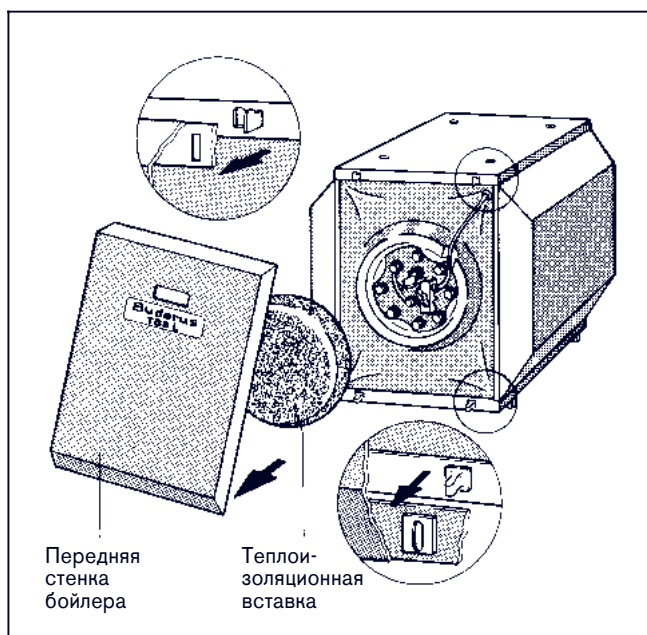

Рис. 5
- Оттянуть переднюю стенку бойлера снизу, в направлении вперед, и снять с зацепления сверху у корпуса бойлера (рис. 5).